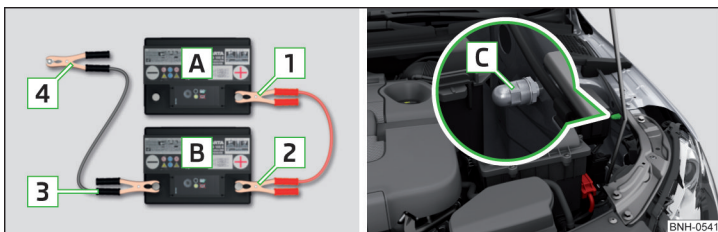

Fig. 164 Ayuda de arranque: A - batería descargada, B - batería auxiliar / punto de masa del motor
- Conectar el borne 1 al polo positivo de la batería descargada A » fig. 164.
En los vehículos con sistema START-STOP se debe conectar el cable de ayuda de arranque al punto de masa del motor C » fig. 164.